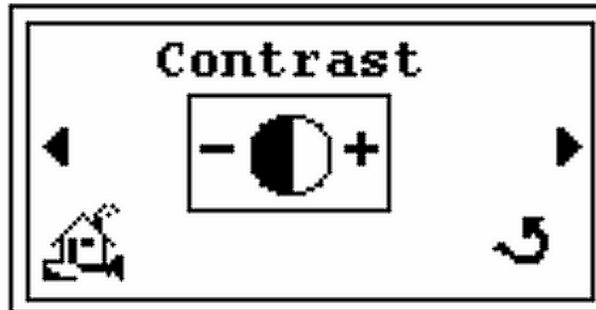

Abbildung 2-36 Kontrast-Initialbildschirm
4. Drücken von  und der *Kontrast-* Bildschirm erscheint (Abbildung 2-36).
7. Drücken von **Enter** und der *Kontrast-* Bildschirm erscheint erneut (Abbildung 2-36).